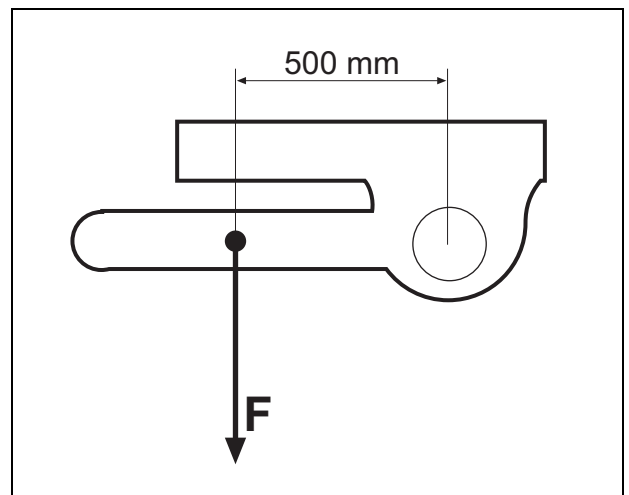

Fig. 9 Réglage du système de sortie
Pour déterminer la dimension du restricteur, la force de sortie (F) est mesurée à 500 mm (19,7 pouces) du centre du moteur de scie. Voir Fig. 9.